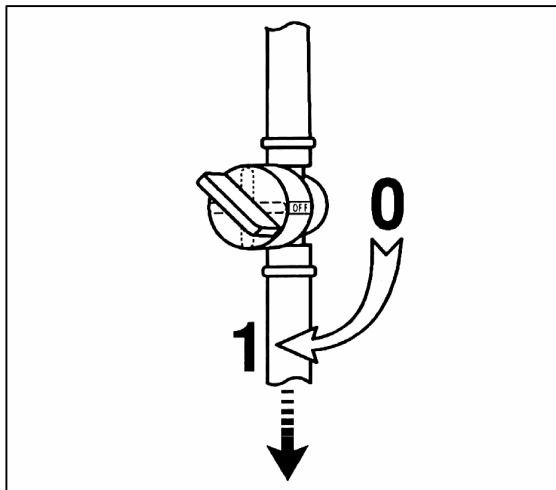

Fig. 14
1. Uw tractor is uitgerust met een benzinekraantje. Om het te openen moet het naar onder wijzen zoals in Fig.14.